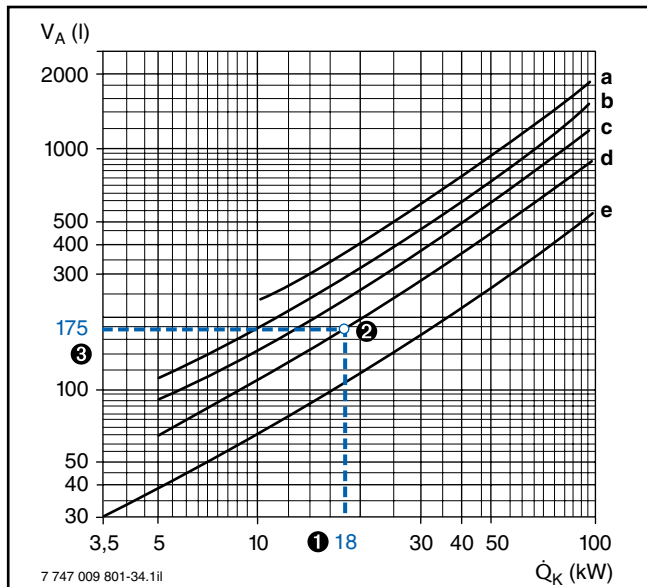

Fig. 55 Valori di riferimento per il contenuto medio d'acqua degli impianti di riscaldamento
- ❶ Temperatura di mandata (→ tabella 27):  $\vartheta_v = 50 \text{ °C}$
- ❷ Pressione di precarica del MAG (→ tabella 27):  $p_0 = 1,00 \text{ bar}$
- ❸ Volume impianto (→ fig. 55):  $V_A = 175 \text{ l}$